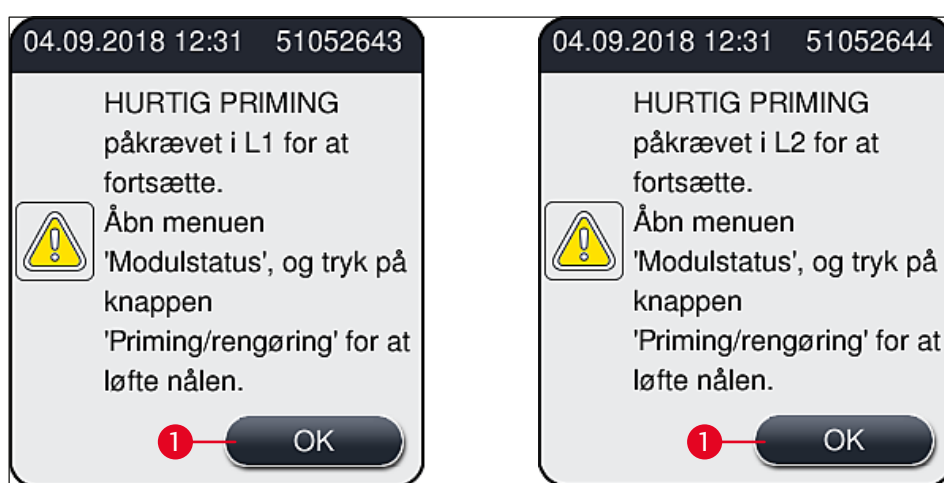

Fig. 51
- ① Når initialiseringsfasen er færdig, vises hovedmenuen (→ Fig. 19) på skærmen, og brugeren får besked (→ Fig. 51) om, at der kræves **Hurtig priming** for den anvendte dækglassbane. Bekræft meddelelserne ved at trykke på **Ok** (→ Fig. 51-1), og følg anvisningerne (→ S. 118 – 7.3 **Forberedelse af slangesystemet til priming og rengøring**).